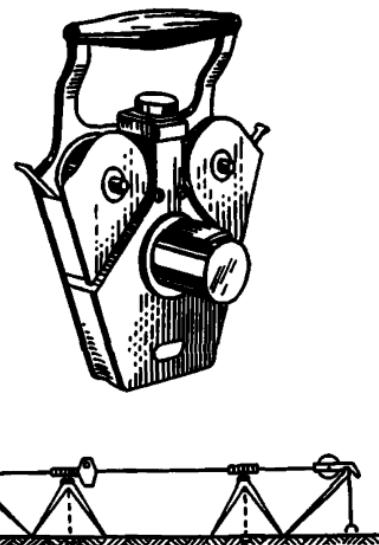

Рис. 8. Длиномер АД1М
2.17. Длиномер АД 1М (рис. 8) предназначен для измерения линий при проложении полигонометрии 1-го и 2-го разр., может использоваться также для измерения линий в теодолитных ходах.